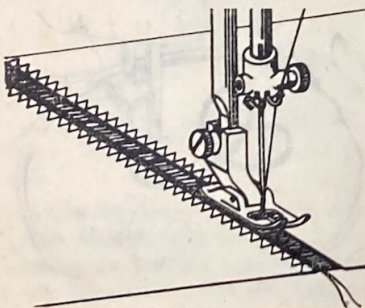

Abb. 56
38. Befestigung von Hohlsäumen oder Fransen (Abb. 56)